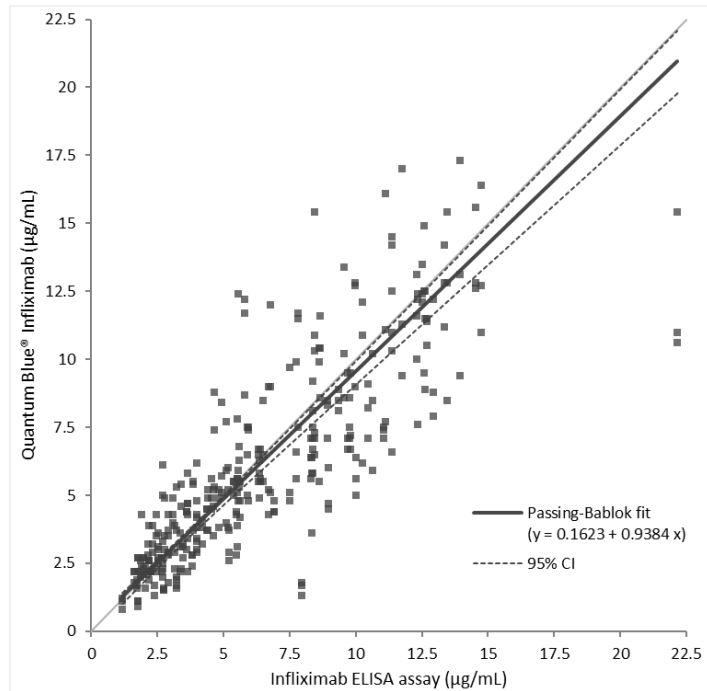

Figure 2
La comparaison de méthodes a été déterminée selon la ligne directrice CLSI EP09-A3. Cent dix (110) échantillons cliniques ont été mesurés en triple à l'aide de deux lots de cassettes test de Quantum Blue® Infliximab sur une période de trois jours. Les valeurs de référence, avec une plage de concentrations finales de 1,2 à 22,2 µg/mL, ont été établies avec un test d'infliximab ELISA du commerce (réf. 9). Le biais a été déterminé en utilisant une analyse par régression linéaire de Passing-Bablok. Les résultats sont résumés sur la figure 2.